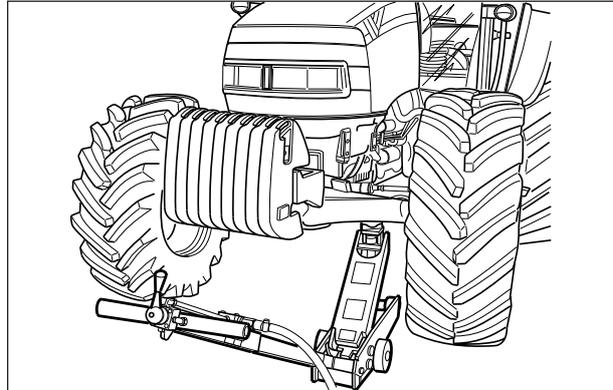

Abb.6-1
- Um ein Vorderrad zu entfernen, den Rangierheber, der zum Gewicht des Traktors passt, an der Vorderachse in der Nähe des auszubauenden Rads anbringen (Abb.6-1).